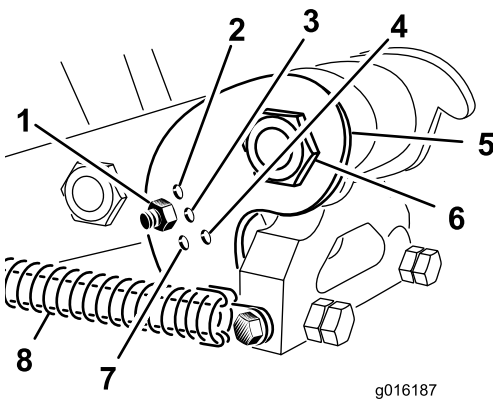

Figure 36
Régalez le support d'inclinaison (Figure 36) à la position correcte selon la longueur des louchets utilisés. La butée de la tête est réglée à l'une de cinq positions prédéterminées en choisissant le trou de boulonnage de la tige de réglage. Ces trous sont prédéfinis seulement ; par exemple, l'utilisation d'un louchet de 25,5 cm à la position 30,5 cm peut vous permettre d'obtenir une finition plus régulière, selon l'application.
3. Décrochez le ressort de la tête d'aération (Figure 36).
- Retirez l'écrou et le boulon des trous de réglages du support d'inclinaison (Figure 36).
- Tournez le support d'inclinaison jusqu'à ce qu'il soit en face du trou voulu dans le bras, puis posez le boulon et l'écrou (Figure 36).